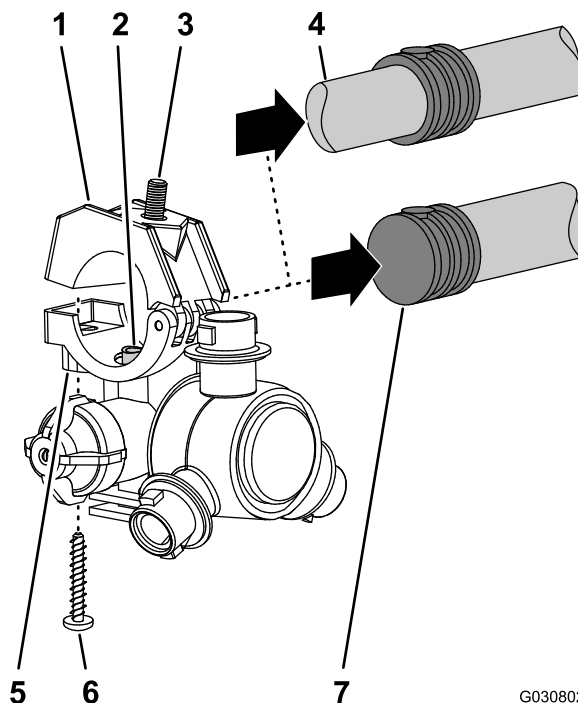

Figura 120
5. Lavorando con gli 8 ugelli dell'irroratrice rimossi al passaggio 1, rimuovete le viti in acciaio inox (n. 12 x 1 1/4") che fissano le metà superiori delle fascette e i portagomma dentellati singolo o doppio (3/4") al corpo di ciascun ugello dell'irroratrice e rimuovete i portagomma dentellati (Figura 120).